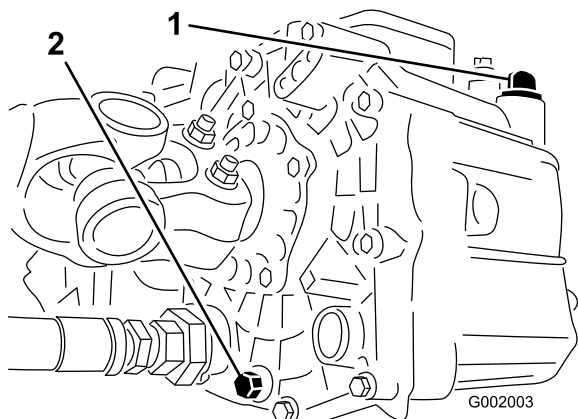

Bild 38
3. Nehmen Sie die Ablassschraube an der Seite des Behälters ab und lassen Sie die Hydraulikflüssigkeit in die Auffangwanne ablaufen (Bild 38).